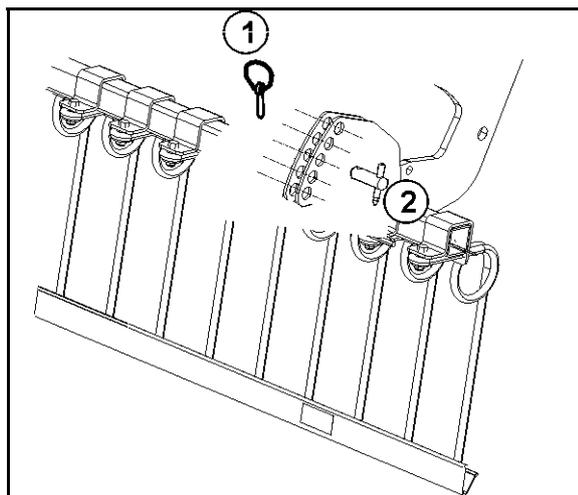

Fig. 31
2. Soltar el pasador clavija (Fig. 31/1).
3. Insertar el bulón de ajuste (Fig. 31/2) en la posición deseada.